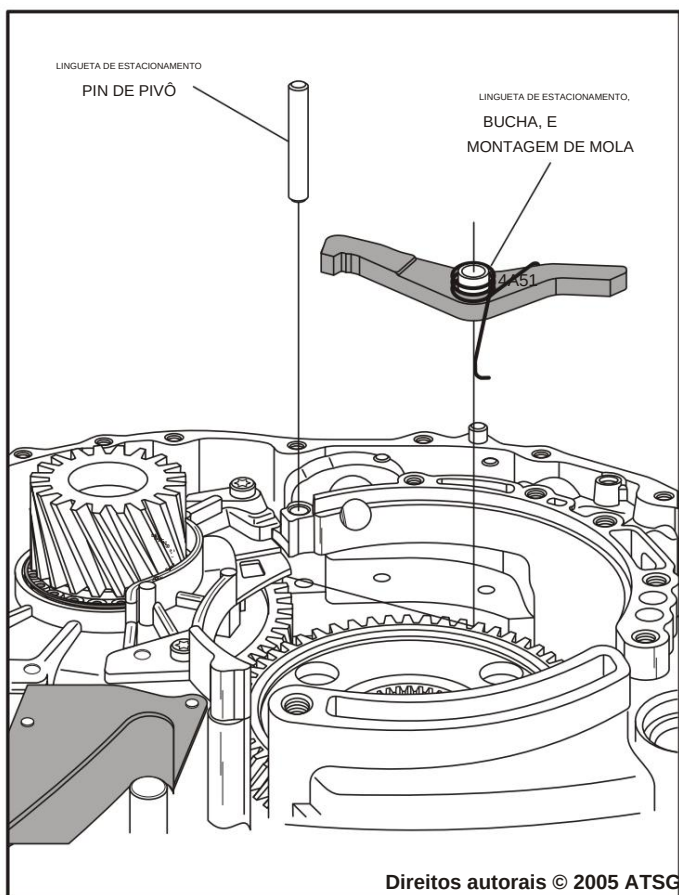

Figura 164
21. Gire a caixa da transmissão de forma que a parte frontal fique voltada para cima, conforme mostrado na Figura 164.
24. Instale a lingueta de estacionamento, a mola de retorno e a bucha montagem na caixa, conforme mostrado na Figura 164, e instale o pino de articulação.